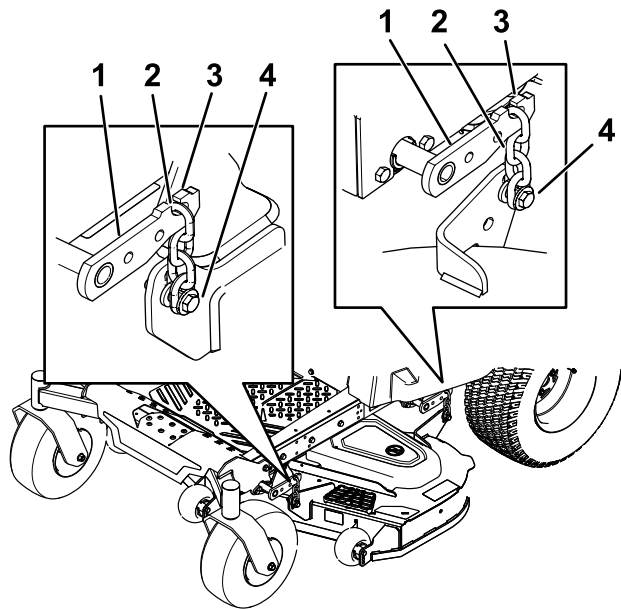

Рисунок 75
- Ослабьте регулировочные болты на всех 4 углах деки так, чтобы дека надежно опиралась на все 4 подставки (Рисунок 75).
- Убедитесь в наличии натяжения всех 4 цепей (Рисунок 75).
- Затяните все 4 регулировочных болта (Рисунок 75).